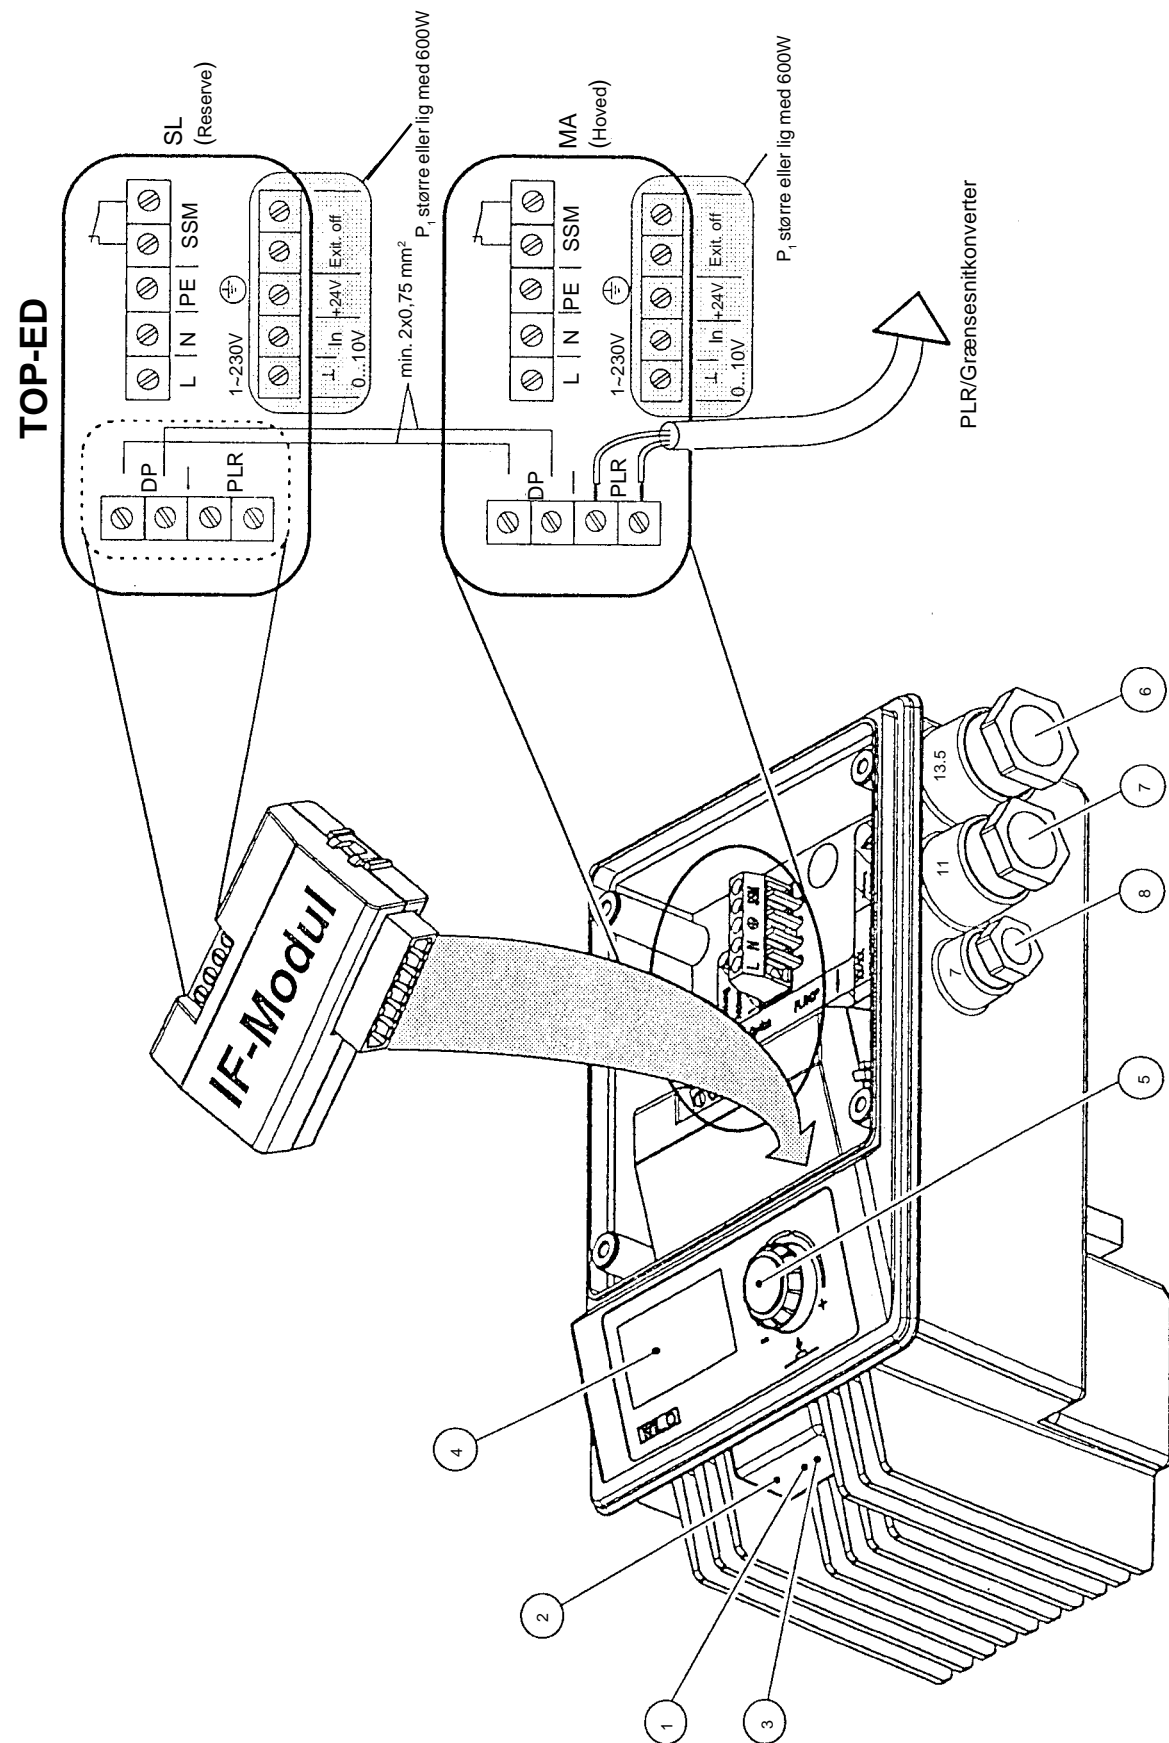

Fig.2
- Ifølge del 1 i VDE 0730, skal pumpen kobles til el-nettet gennem et solidt kabel udstyret med stikprop eller flerpolet strømafbryder. Afstanden mellem kontakterne skal være mindst 3 mm. Kabeltype H 05 W-F 1.5 eller AVMH-1 3x1.5 skal anvendes som strømkabel til el-nettet. Kablet skal trækkes gennem PG-forskrningen 13,5 (Fig.2, pos.6).
- Hovedtilkoblingen foretages via tilslutningerne **L, N, PE** (Fig.2).
- Den integrerede spændingsuafhængige flerfejlsaflysning kommer fra SSM-kontakten (Fig.2, åbner). Tilladt kontaktbelastning:
- **DP**: Tilslutninger til fire dobbeltpumper; til dobbeltpumpedrift, sammenkobling til respektive tilslutninger på den anden pumpe. Tilslutningerne låses i drift. Strømkablet, 2 x 0,75 ... 1,5 mm2, må højst være 2 m langt. Kablet skal trækkes gennem tætningsringen PG 11 (Fig.2, pos.7) og PG 7 (Fig.2, pos.8).